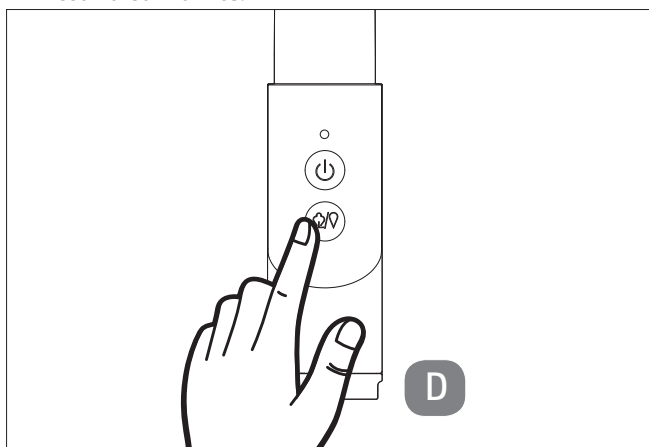

Fig. 15 – Collegamento del telecomando all'apparecchio
- Dopo il montaggio, premere il tasto di spruzzo/vapore  per circa 8 secondi per collegare il telecomando all'apparecchio principale (vedere Fig. 15, D). Se il collegamento è riuscito, la spia sull'impugnatura lampeggia 8 volte.